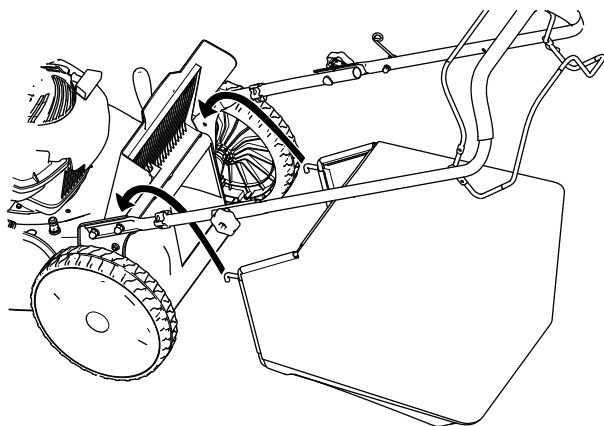

Bild 18
3. Setzen Sie den Grasfangkorb ein, stellen Sie sicher, dass die Stifte am Fangkorb in den Kerben am Griff sind (Bild 18).
1. Heben Sie die Heckklappe an und halten Sie sie hoch (Bild 18).